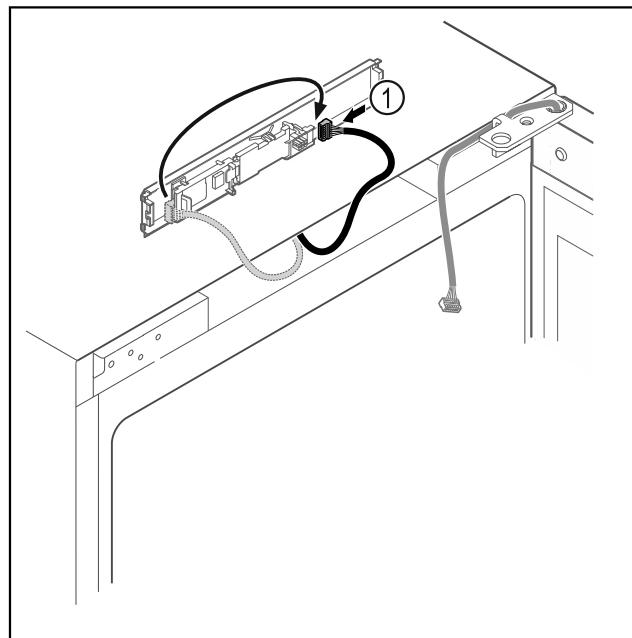

Fig. 19
- Enchufar el conector *Fig. 19 (1)* en otra posición en la platina.